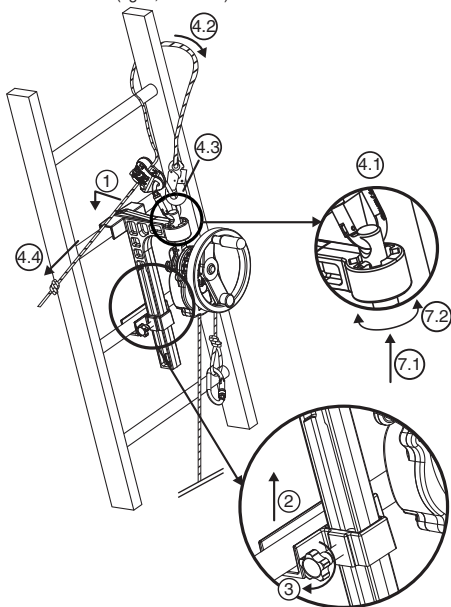

Fig. 6
6.3.2 Apparecchio DEROPE™ UP B (Fig.6)
1. Posizionare la grande console bloccabile sul piolo della scala nella posizione scelta per effettuare l'operazione di salvataggio, al di sopra della persona da evacuare (fig. 6, 1).
2. Far risalire lo slittone di bloccaggio a livello del piolo immediatamente al di sotto di quello che riceve la grande console (fig. 6, 2).
3. Stringere l'asse di bloccaggio dello slittone mediante il pulsante di serraggio che si trova sul lato della console (fig. 6, 3).
nel foro della parte superiore dell'asse di aggancio (fig. 6, 4.1).
- Far passare il cordino di sicurezza attorno al piolo della scala situato al di sopra della console avvolgendolo intorno ad uno dei montanti della scala (fig. 6, 4.2).
- Collegare il connettore del cordino di sicurezza al connettore del dispositivo di regolazione LCM 05 (fig. 6, 4.3).
- Tendere il cordino di sicurezza tirando sull'estremità libera (fig. 6, 4.4).
7. Orientare l'apparecchio DEROPE™ secondo la necessità modificando la posizione dell'asse di aggancio nel dispositivo di posizionamento (fig. 6, 7.1 – 7.2).